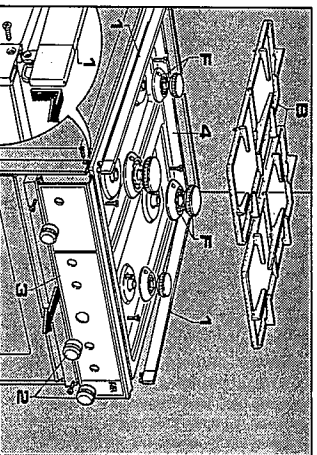

Fig. 24
- Enlever les grilles B (fig. 24).
- Enlever la têtes des brûleurs F (fig. 24).
- Enlever la table de travail selon l'ordre numérique progressif indiqué dans la fig. 24.
- Enlever les manettes et le tableau de bord selon l'ordre numérique progressif indiqué dans la fig. 24.
- Enlever le tableau de bord et la table de travail selon l'ordre numérique progressif indiqué dans la fig. 24.
- Pour remplacer la douille P, le thermostat, le commutateur et les plaques électriques il est nécessaire d'enlever la table de travail et éventuellement, le tableau de bord, selon l'ordre numérique progressif indiqué dans la fig. 24.